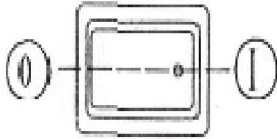

fig.1
1. L'interrupteur se trouve à l'extrémité du moteur. Lorsque vous appuyez sur l'endroit où se trouve le point blanc de l'interrupteur (l'endroit marqué « 1 » sur l'extrémité), le moteur démarre. Et le moteur s'arrête lorsque l'on appuie sur l'endroit qui n'est pas marqué sur l'interrupteur (soit l'endroit marqué « 0 » sur le capot arrière). (comme fig.1).